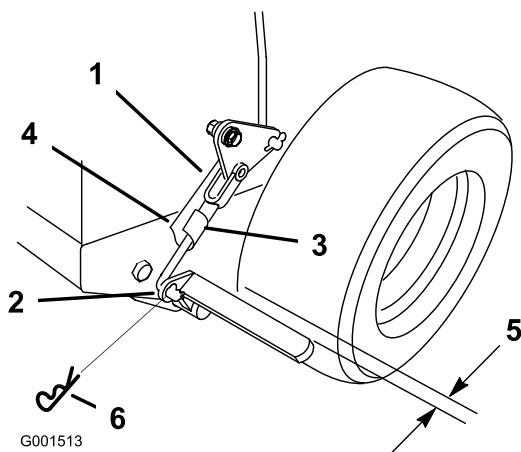

Figura 42
3. Retire el pasador de seguridad del acoplamiento inferior del freno (Figura 42).
4. Gire la horquilla del acoplamiento de freno inferior en el sentido de las agujas del reloj (enroscar) para apretar el freno de estacionamiento; gire la horquilla del acoplamiento del freno en el sentido contrario a las agujas del reloj (desenroscar) para aflojar el freno de estacionamiento (Figura 42).
**Nota:** Debe haber un espacio de aproximadamente 6 mm (1/4 pulgada) entre el neumático y la barra plana cuando el freno de estacionamiento está en posición de quitado (Figura 42).
5. Fije el acoplamiento inferior a la palanca de freno inferior con el pasador de horquilla y el pasador de seguridad (Figura 42).